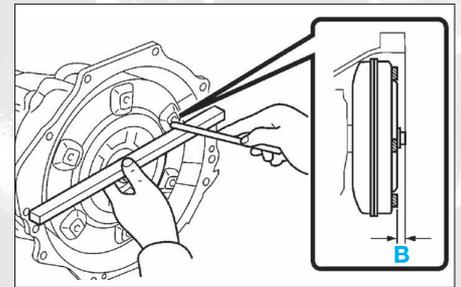

FIG. 16
- à l'aide d'un pied à coulisse et d'une règle, mesurer la dimension "B" et vérifier que "B" est plus grand que "A" mesuré précédemment (Standard : A + 1 mm minimum) (**fig. 16**).